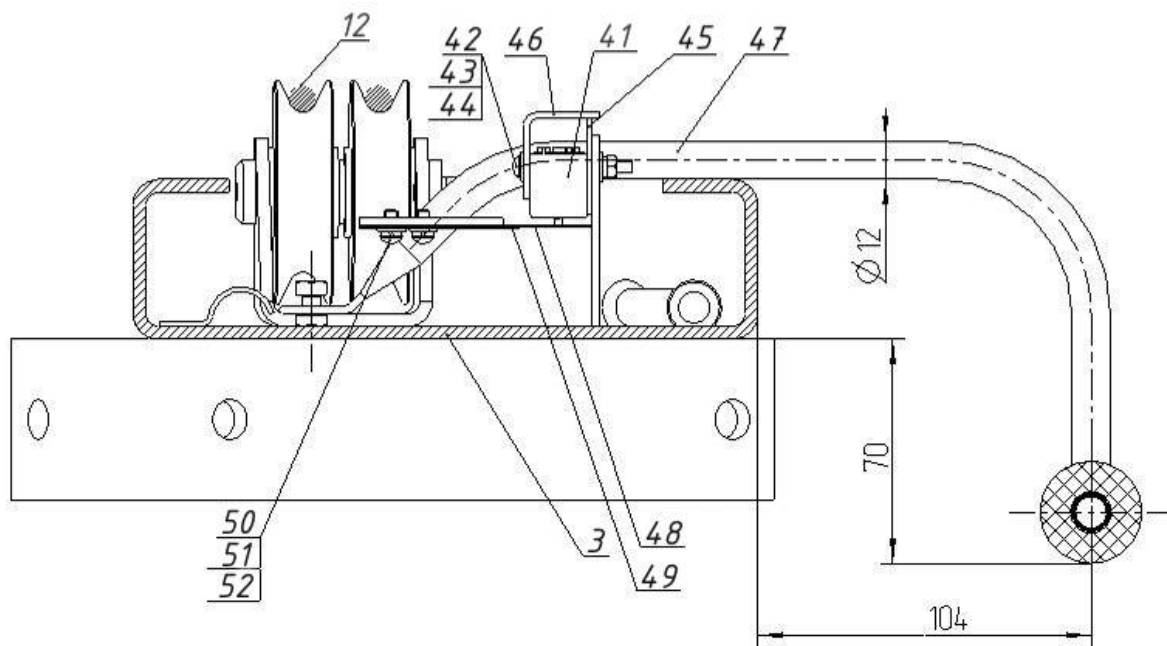

Рисунок 6.7 – Системы автоматического отключения привода насосной станции при касании автомобиля ограничительной дуги
6.12.2 Установить на перекладину 3 ограничительную дугу 47 (рисунок 6.7) с закрепленными на ней пластинчатыми пружинами 48 и 49 с помощью винтов 50, шайб 51 и 52. На перекладину 3 подъемника установить смонтированный на кабеле микровыключатель 41, с помощью винтов 42, шайб 43 и гаек 44. Одновременно установить защитный козырек 46 и защитную прокладку 45. Микровыключатель 41 необходимо установить так, чтобы он срабатывал при перемещении ограничительной дуги 47 вверх на 20...40 мм. Затем кабель микровыключателя 41, с помощью пластиковых хомутов, закрепить к рукаву так чтобы кабель не касался системы тросов 12.